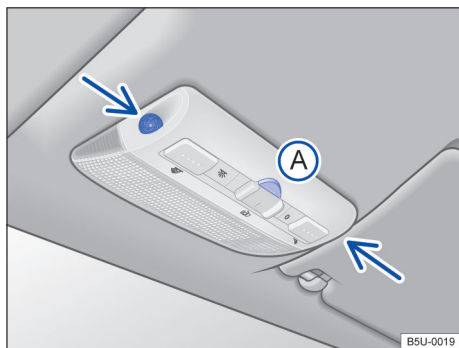
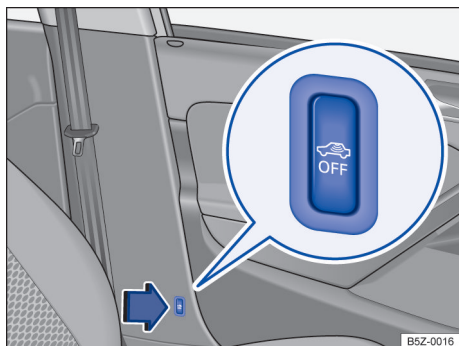

Fig. 47 No console do teto: sensores de monitoramento do interior do veículo e tecla (A) para desligar o monitoramento do interior do veículo.
Fig. 48 Ao lado do banco do condutor: botão para desligar o monitoramento do interior do veículo.
O monitoramento do interior do veículo dispara o alarme com o veículo travado e o sistema de alarme antifurto ligado, se reconhecer movimentos no interior do veículo. O sensor e o receptor estão localizados no conjunto da lanterna de leitura → Fig. 47 (setas).
- Pressionar o botão → Fig. 47 (A) ou → Fig. 48 (OFF) por 2 segundos. No painel de instrumentos a luz de controle 🔔 se acende.